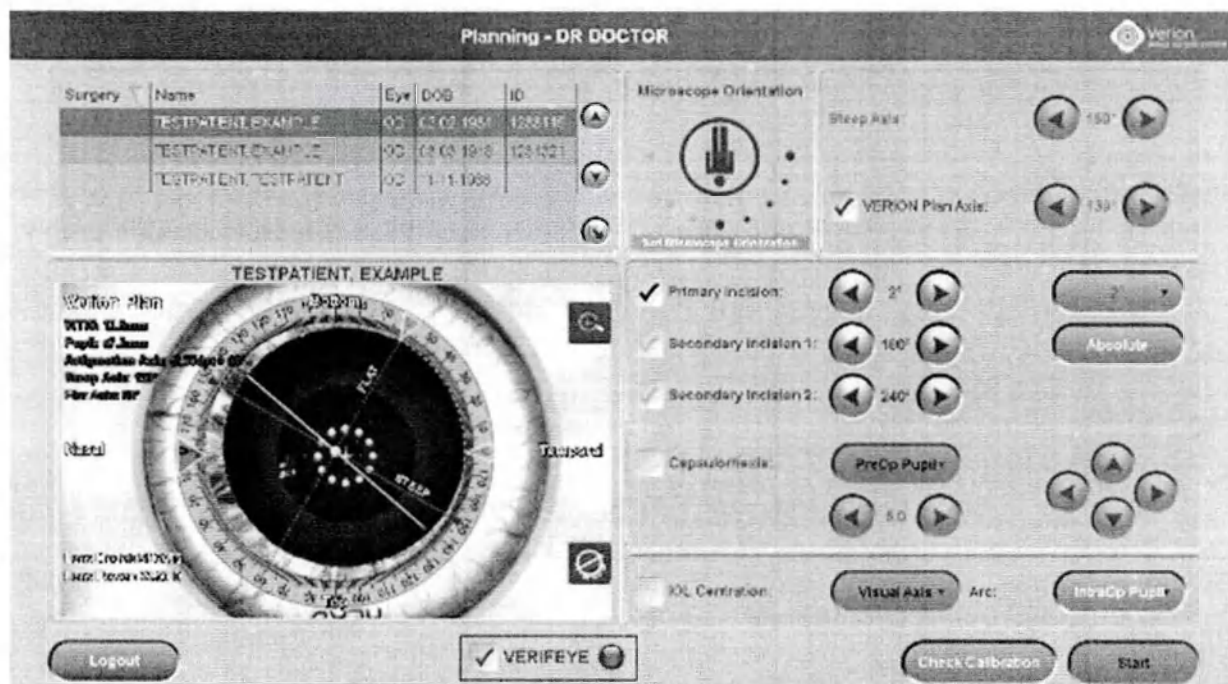

Рисунок 150. Цифровой интерфейс M с активным устройством VerifEye Lynk
Подключение к устройству VerifEye Lynk и его состояние указывается зеленым индикатором рядом с надписью VERIFEYE в нижней части экрана планирования (Рисунок 150).
- Убедитесь в том, что индикатор VERIFEYE горит зеленым цветом, чтобы удостовериться в подключении к VerifEye Lynk (Рисунок 150).